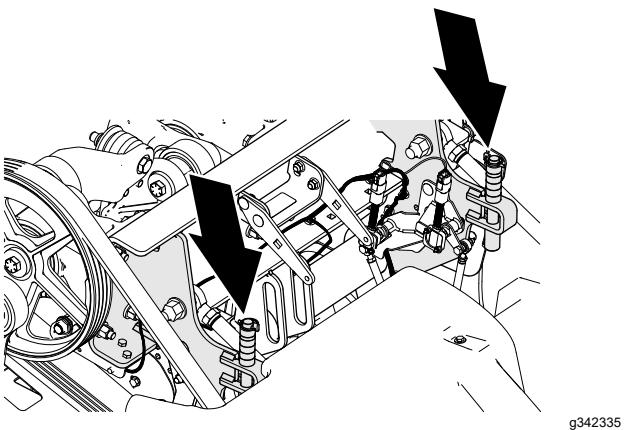
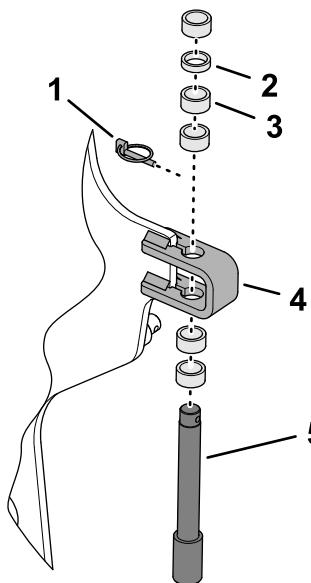

Figura 111
Figura 112
3. Remova o pino de segurança que prende o pino de profundidade e os espaçadores ao suporte angular (Figura 111 e Figura 112).